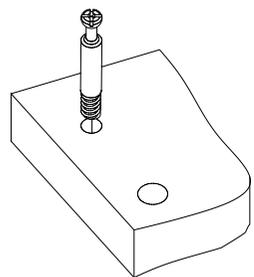
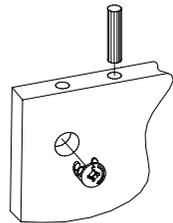

Рис.1
Рис.2
1. Подготовьте детали к сборке. Вкрутите шпильки минификсов в детали 3, 4, 5, 6, 12 (Рис. 1). Затем вставьте головки минификсов и шканты в детали 1, 2, 13, 14 (Рис. 2).